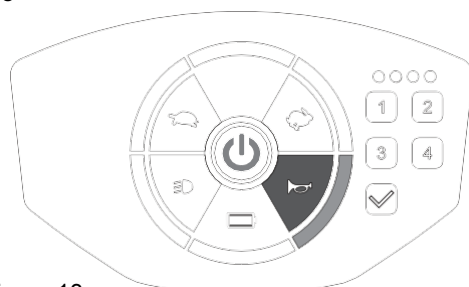

Figura 13
- Pulse el botón del claxon para hacer sonar el timbre. El sonido del timbre y la luz durarán hasta que suelte el botón del claxon. (Figura 13)